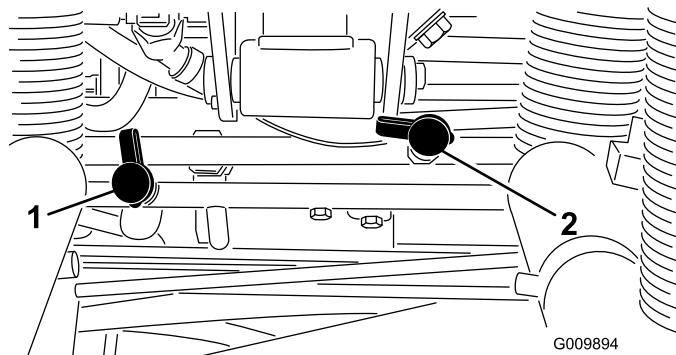

Figure 62
- Utilisez la prise d'essai N° 1 (Figure 62) pour mesurer la pression pendant le déplacement en marche avant.
- Utilisez la prise d'essai N° 2 (Figure 62) pour mesurer la pression pendant le déplacement en marche arrière.